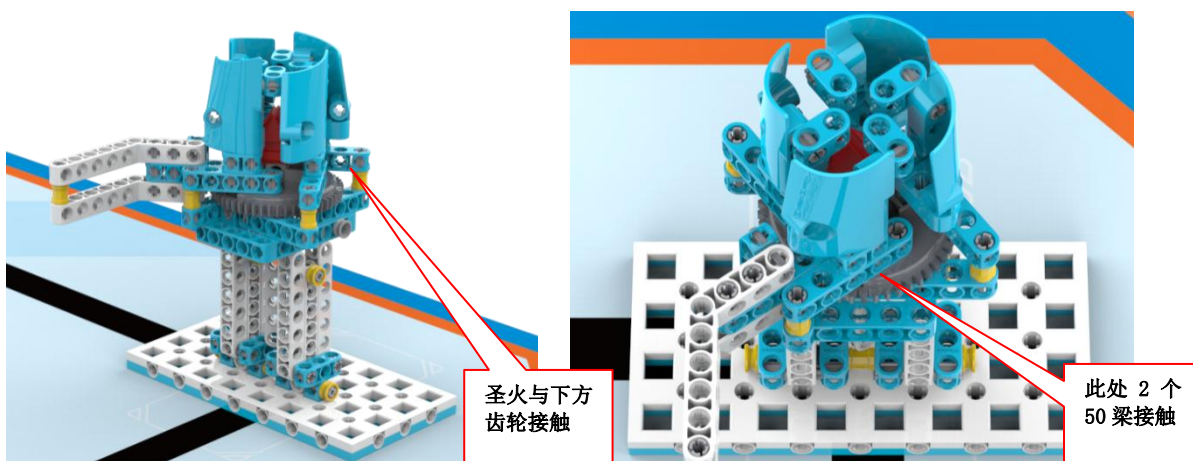

图 15 完成状态
3.7.2 得分标准：拉杆完全脱离任务模型，圣火与底部转盘齿轮接触，2 个 50 梁接触，三个条件同时满足得 70 分，如图 15。